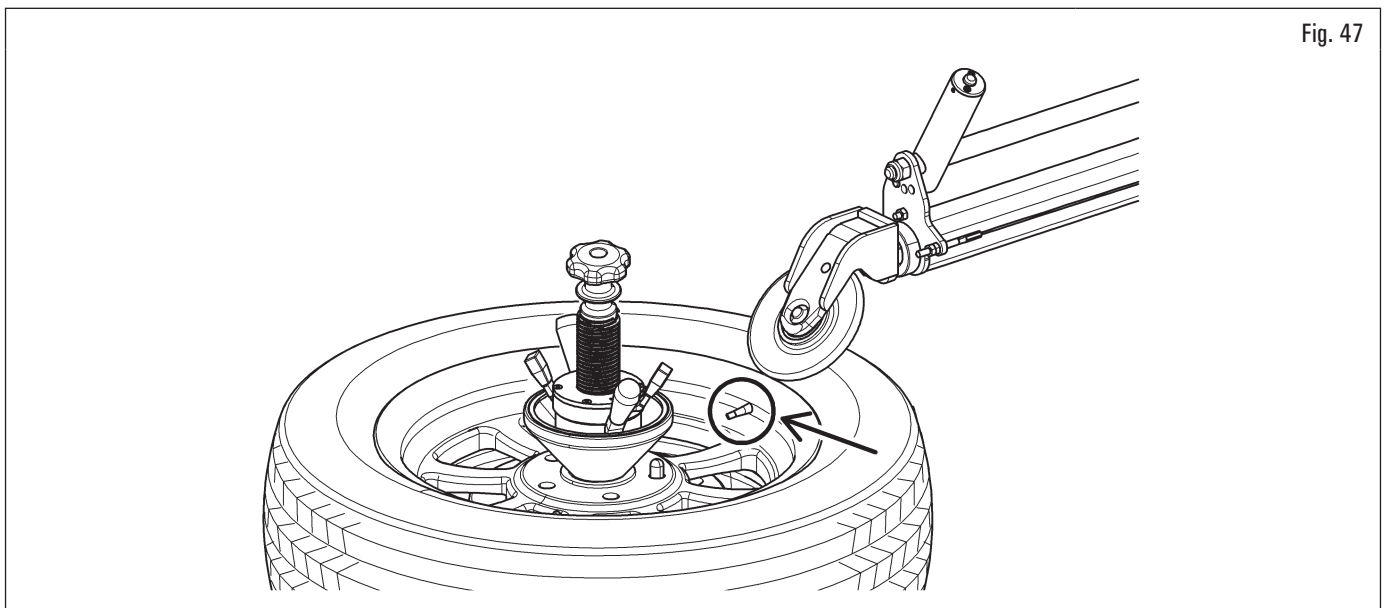

Fig. 47
- activer la rotation de la roue jusqu'à ce que la soupape soit positionnée en correspondance avec le rouleau décolle-pneus supérieur (Fig. 47) ;